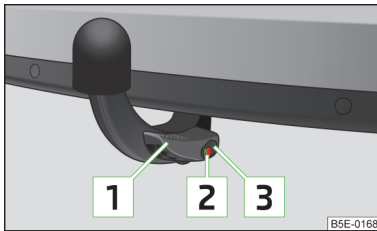

Abb. 156
- ✓ Der Hebel **1** befindet sich ganz oben » Abb. 156.